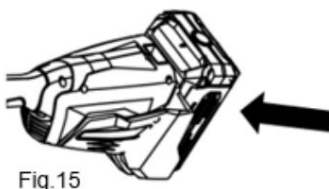

Fig.15
1. Placer adapteren på maskinen (fig. 15).